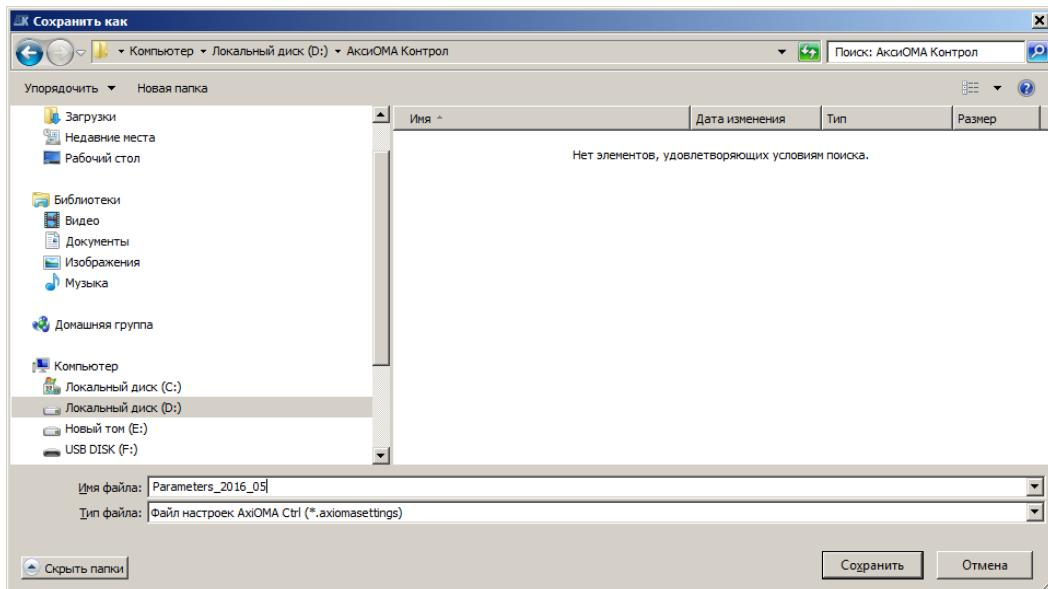

Рисунок 70 – Сохранение машинных параметров
- Ввести в диалоге имя файла и нажать кнопку «Сохранить» (Рисунок 70):